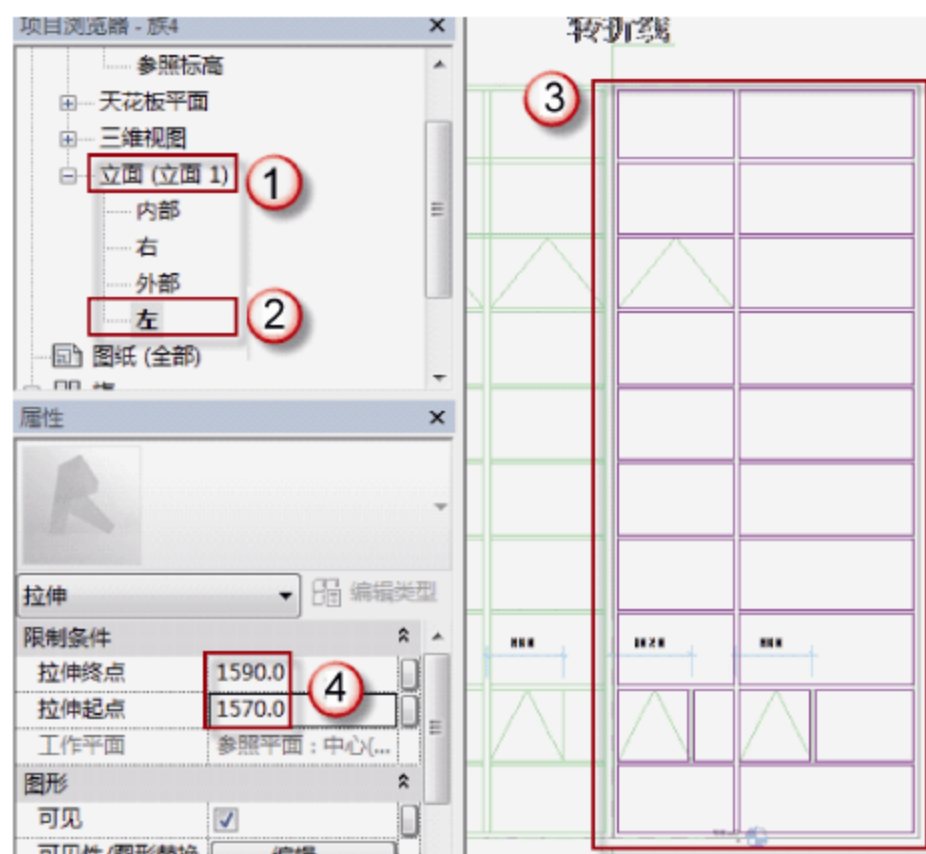

图 7.2.44 MQ7196 转角幕墙窗户玻璃的位置及厚度
(18) 绘制 MQ7196 幕墙窗户玻璃。选择“项目浏览器”中的“立面(立面1)”→“左”选项,可以进入 MQ7196 的左立面视图,选择“创建”→“拉伸”命令,进入“修改|编辑拉伸”界面,用菜单中的绘制工具绘制 MQ7196 幕墙窗户玻璃,如图 7.2.44 所示。在“属性”面板中,在“拉伸终点”中输入“1590”字样,在“拉伸起点”中输入“1570”字样,完成后,单击√按钮完成绘制。